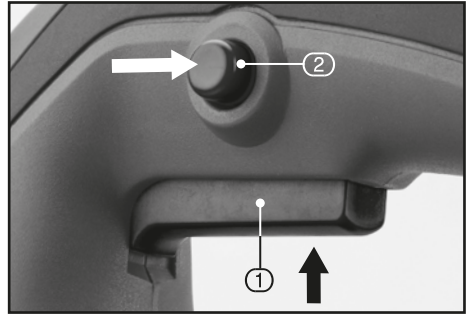

FIG.4
9.1 TRIGGER SWITCH AND LOCKING BUTTON OPERATION – FIG.4